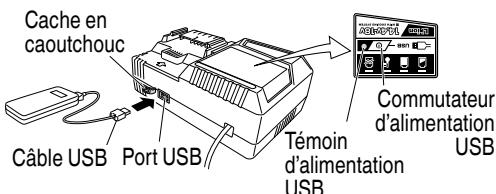

Fig. 8
- (2) Mettez le commutateur d'alimentation USB sur marche (Fig. 8)
- (3) Connectez le câble USB. (Fig. 8)
- Mettez le commutateur d'alimentation USB sur arrêt et débranchez le câble d'alimentation de la prise électrique. (Fig. 8)
S'assurer que la bouton-poussoir n'est pas engagée appuyant dessus deux ou trois fois avant de mettre la meuleuse en marche. (Fig. 8)